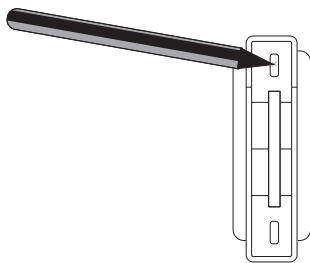

Fig.2
- El aparato necesita ventilación adecuada para funcionar correctamente. Dejar un espacio de 15 cm de distancia entre las paredes u otros obstáculos y 20 cm encima del suelo. (Fig 2)
- Taladrar en las marcas e introducir los tacos (fig 2).